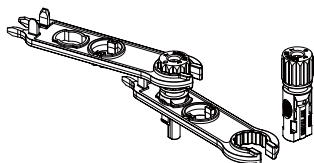

Abb. 3.5 Stecker mit aufgeschraubter Überwurfmutter
c) Stecken Sie den Kontaktstift in den oberen Teil des Steckers und schrauben Sie die Überwurfmutter auf den oberen Teil des Steckers (wie in Abb. 3.5 gezeigt).